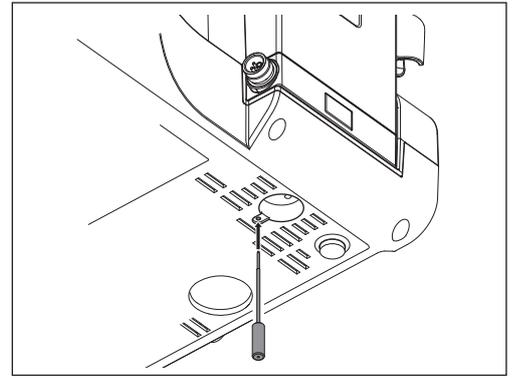

Fig. 43
1) Insérez l'outil de déverrouillage dans l'orifice à la base du boîtier de contrôle et enfoncez-le à fond. (Fig. 43)